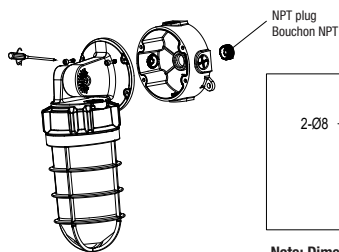

Fig. 16
1. Unscrew the central back gasketed plug from the luminaire (Fig. 16).
2. Open the outlet box cover by unscrewing the four screws (Fig. 16).
1. Dévissez le bouchon central avec joint d'étanchéité à l'arrière du luminaire (Fig. 16).
2. Ouvrir le couvercle de la boîte de jonction, en dévissant les quatre vis (Fig. 16).